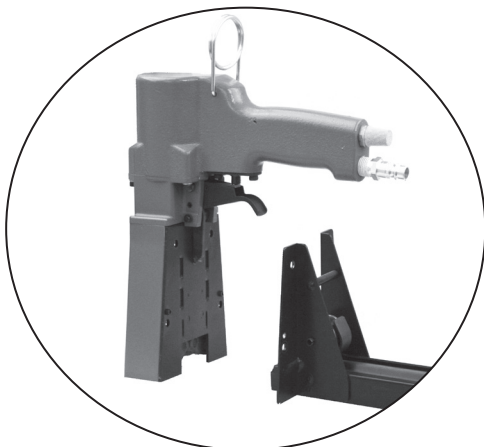

Fig. 10
2. Ta bort magasinet. (Fig. 10).